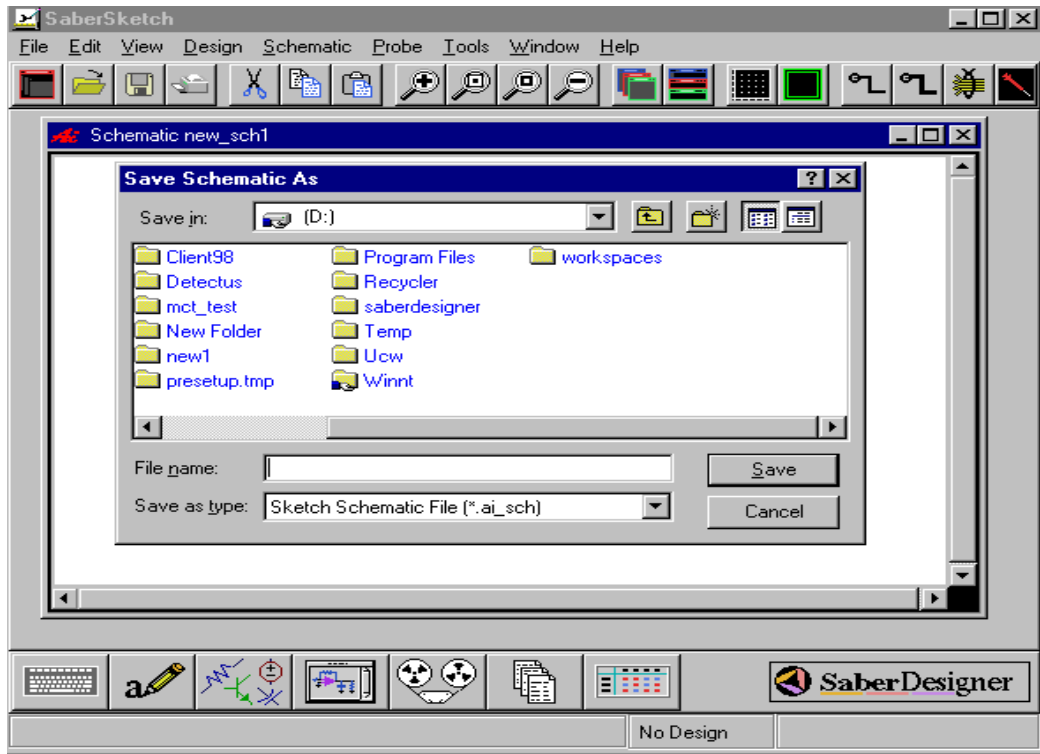

图 1
- 3) 通过选择 File > Save As ... 菜单项，存储目前空白的的设计。此时将出现一个 Save Schematic As 对话框，如图 1 所示。